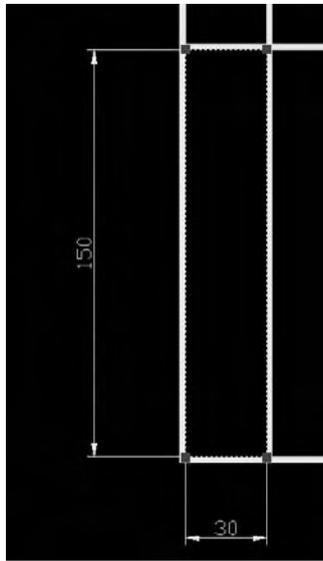

Fig.14.4
- 10 Tracez à l'intérieur de la première cellule de la structure du plafond, un rectangle de 30 x 150 cm (fig.14.4).